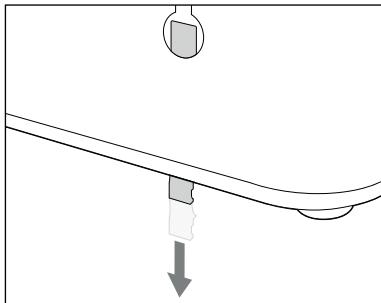

Abb. 1
3. An der Geräterückseite befindet sich in der rechten Aufhängeöse **7** ein Sicherungsstift **8**, der verhindern soll, dass sich das Gerät von den Schrauben **9** löst. Ziehen Sie den Sicherungsstift **8** ein Stück nach unten aus der Aufhängeöse **7** (siehe Abb. 1).